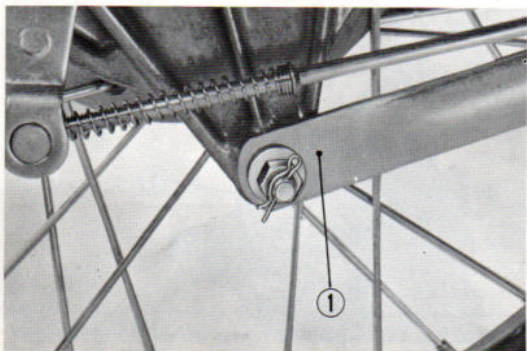

Fig 117 Montage du bras de poussée
- 6) Reflaxer le bras de poussée sur la flasque de frein (Fig. 117)